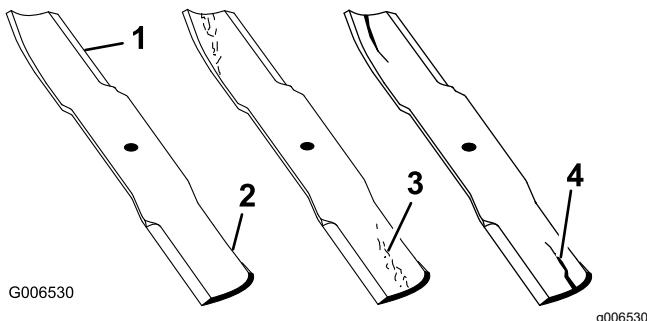

Figure 104
1. Examinez le tranchant des lames (Figure 104).
4. Remplacez immédiatement toute lame fendue, usée ou qui présente une entaille sur cette partie (Figure 104).